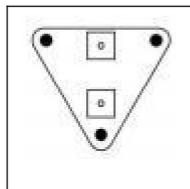

Fig. 1.
- 1). Utilizzare i pannelli a parete(3) per impostare la posizione delle ventole richiesta. segna tre fori di montaggio, praticare tre fori nelle posizioni contrassegnate. Assicurati che il tuo l'area di montaggio sia strutturalmente solida e priva di ostruzioni.Vedere il (Fig. 1.)